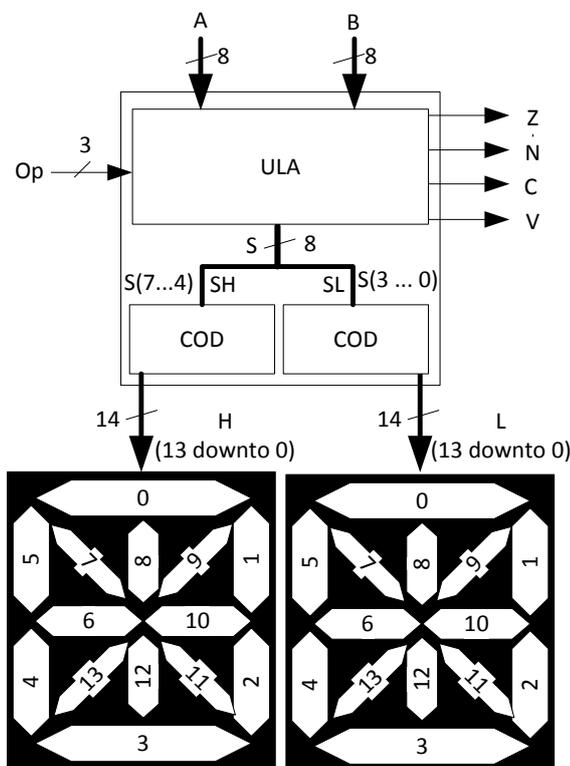

Figura 1 - Diagrama de blocos do da solução a ser implementada.
A Figura 1 ilustra o módulo a ser implementado, que é composto por uma unidade lógica aritmética (ULA) e dois codificadores (COD) para a conversão de 4 bits para uma representação em um display de 14 segmentos. A ULA tem como entradas dois operandos (A e B) de 8 bits e um seletor da operação a ser realizada (Op) de 3 bits; e tem como saídas o sinal S de 8 bits, representado o resultado da operação e os qualificadores de Zero (Z), Negativo (N), Carry (C) e Overflow (O). A saída da ULA é bipartida de forma a gerar duas entradas de 4 bits (SH e SL) para os COD s. Cada COD, por sua vez, produz uma saída para alimentar um display de 14 segmentos. Sendo H a saída do display que representa o algarismo mais significativo e L a saída do display que representa o algarismo menos significativo.
A seguinte entidade é esperada do módulo ilustrado na Figura 1.